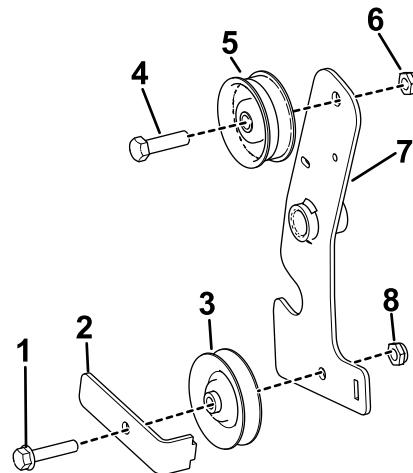

Figura 17
- A. Instale a polia intermédia chata ao topo do braço da embraiagem de tração, prenda com o parafuso (3/8 x 1-3/8 pol.) e a porca de bloqueio (3/8 pol.) (Figura 17).
- B. Instale a polia intermédia em V, a correia de tração e a guia da correia ao fundo do braço da embraiagem de tração, prenda com o novo parafuso (5/16 x 1-1/2 pol.) e a porca de bloqueio (5/16 pol.) (Figura 17).